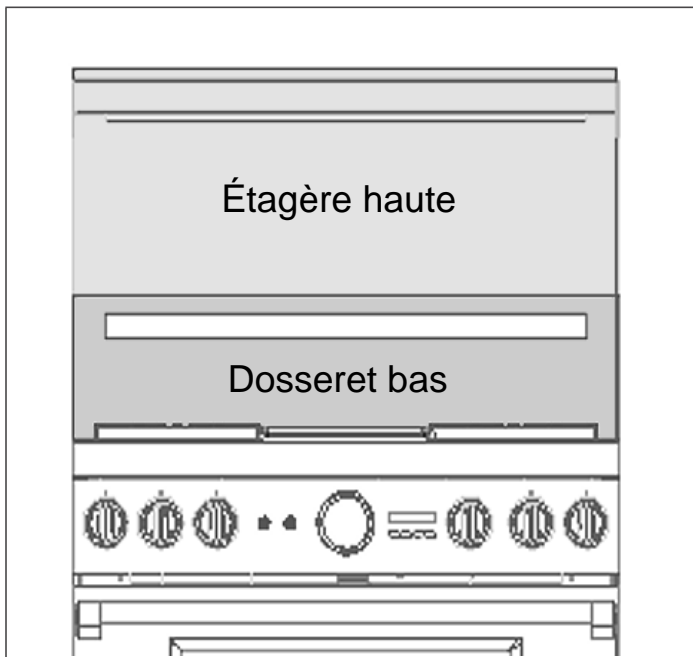

Figure 21: Vue de face de l'étagère haute et du dossieret bas
2. Placez la plus petite « manche », avec les échancrures vers le haut, à l'intérieur de la manche plus large, avec les ouvertures des deux manches orientées vers l'arrière (Figure 21).
1. Enlevez les recouvrements des pattes. Pour ce faire, faites glisser la manche extérieure des recouvrements de pattes vers le bas, en enlevant les encoches extrudées de la base en aluminium (voir Figure 21).